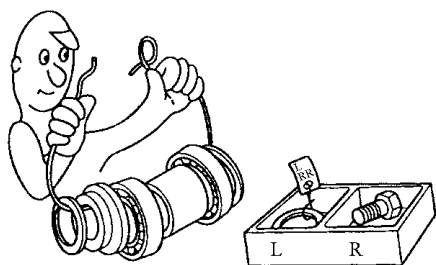

图 1-13 卸下的零件标好记号按次序放好
4) 如图 1-13 所示，将所有卸下的零件进行标记，或按次序放在零件架上，以便随后能够按原始顺序重新组装好。